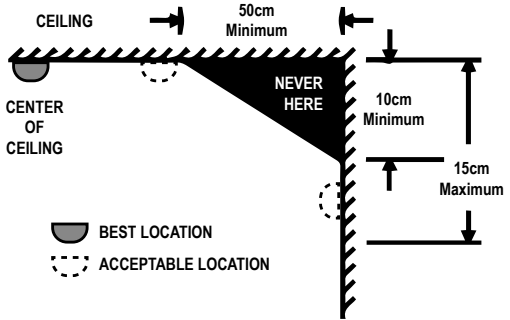

Fig. 4
- Installare i rilevatori di fumo il più vicino possibile al centro del soffitto. Se ciò non è praticabile, posizionare il rilevatore sul soffitto, a non meno di 50 cm da qualsiasi parete o angolo, come mostrato nella Fig. 4.
- Se il montaggio a soffitto non è possibile e il montaggio a parete è consentito dalle normative locali e statali, posizionare i rilevatori a parete a una distanza di 10/15 cm dal soffitto, vedere anche la Fig. 4.
- Install smoke detectors as close to the center of the ceiling as possible. If this is not practicable, place the detector on the ceiling, no less than 50 cm from any wall or corner, as shown in Fig. 4.
- If ceiling mounting is not possible and wall mounting is permitted by local and state regulations, place the detectors on the wall 10/15 cm from the ceiling, see also Fig. 4.
- Installez les détecteurs de fumée aussi près que possible du centre du plafond. Si cela n'est pas possible, placez le détecteur au plafond, à au moins 50 cm de tout mur ou coin, comme illustré à la Fig. 4.
- Si le montage au plafond n'est pas possible et que le montage mural est autorisé par les réglementations locales et nationales, placez les détecteurs sur le mur à 10/15 cm du plafond, voir également Fig. 4.